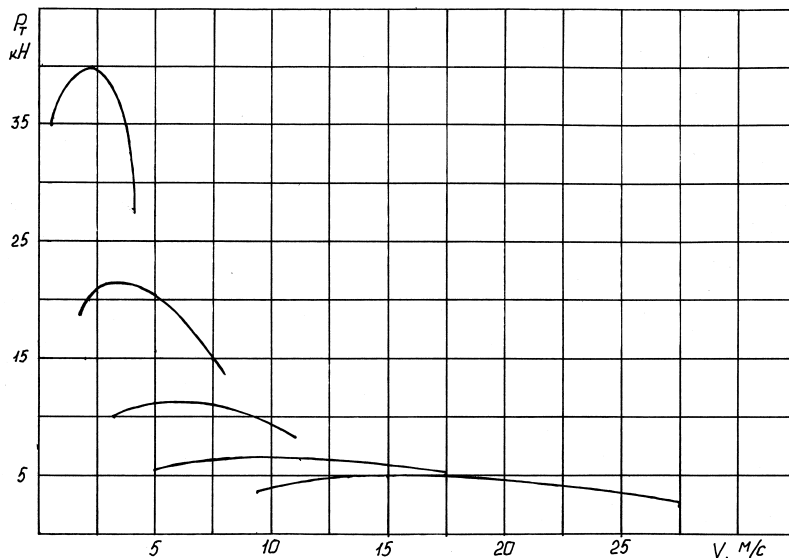

Рисунок 1. Тяговая характеристика автомобиля
1. Используя тяговую характеристику автомобиля (рис.1), определить частоту вращения коленчатого вала и мощность двигателя. Крутящий момент двигателя 340 Н·м; передаточные числа главной передачи и коробки передач соответственно равны 6,45 и 2,3, размер шин 8,25-20, КПД трансмиссии 0,82.